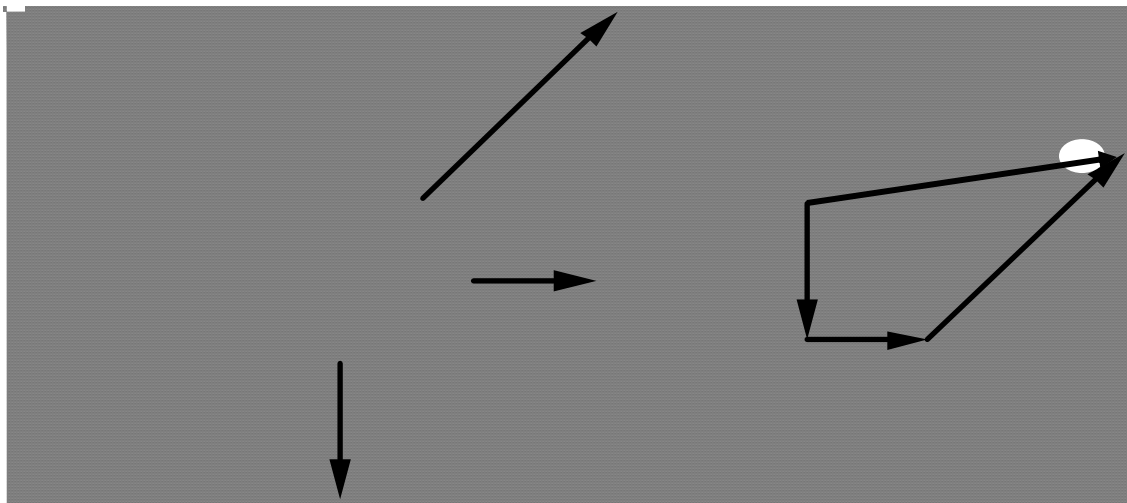

Fig. 3.8
*On peut remplacer plusieurs forces quelconques par leur résultante sans changer leur effet sur un corps. (voir aussi fig. 3.8)*